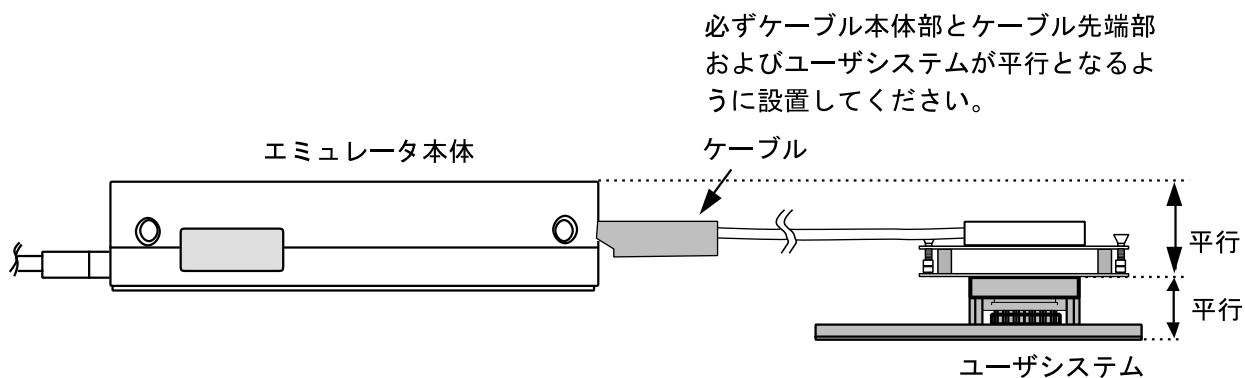

図11 設置例
- (1) ユーザシステムへの接続時には1ピン位置に十分注意して、誤接続は絶対にしないでください。
- (2) 本ユーザシステムインターフェースケーブルを使用する場合の推奨マウントパッド寸法は、MCU実装用マウントパッド寸法とは異なりますので注意してください。
- (3) 本ユーザシステムインターフェースケーブルは、HS2678REPI61Hエミュレータ専用ですので、他のエミュレータ本体には使用しないでください。
- (4) ケーブル本体部が断線する可能性がありますので、本ユーザシステムインターフェースケーブルの上に重いものや金属等の角の尖ったものを置かないでください。
- (5) ユーザシステムに接続した状態では、ユーザシステムインターフェースケーブル、特にケーブル先端部に無理な力が加わらないように注意する必要があります。図11の設置例を参照してご使用ください。